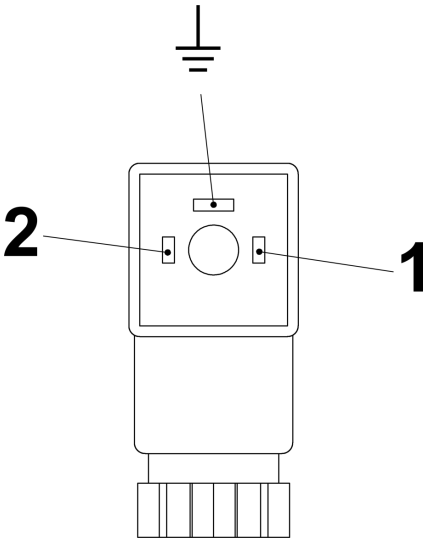
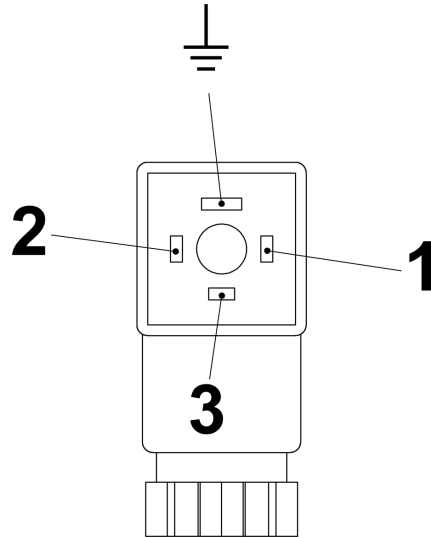

Abb. 26: Pin-Belegung Steckerdose Schließer (Form 15x50)
Abb. 27: Pin-Belegung Steckerdose Wechsler (Form 15x50)
6. ➤ Anschluss gemäß den Anschlussbildern (Abb. 26 und Abb. 27) vornehmen